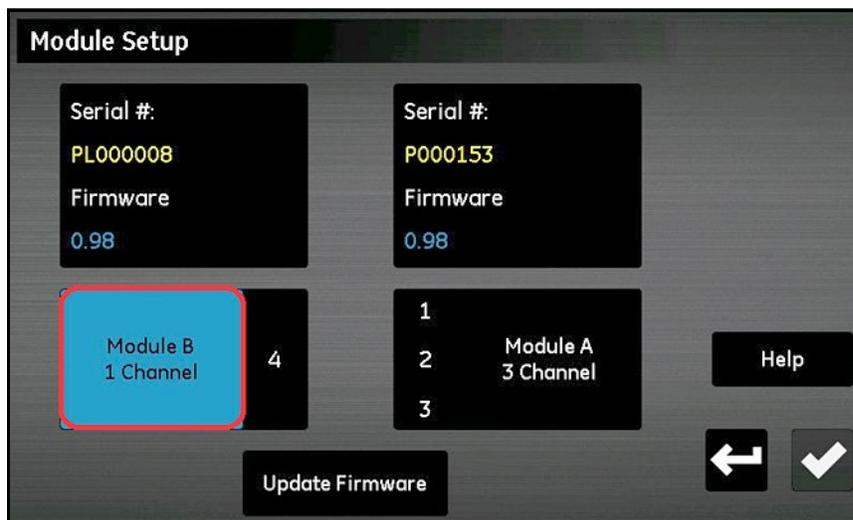

Рис. 95: Выбор модуля
5. Выберите модуль, для которого необходимо обновить прошивку: он будет выделен синим цветом, после чего станет доступной кнопка **Update Firmware** (Обновление прошивки) (см. Рис. 95 ниже). Если кнопка **Update Firmware** (Обновление встроенных программ) недоступна, убедитесь, что флеш-накопитель USB плотно вставлен в разъем USB.